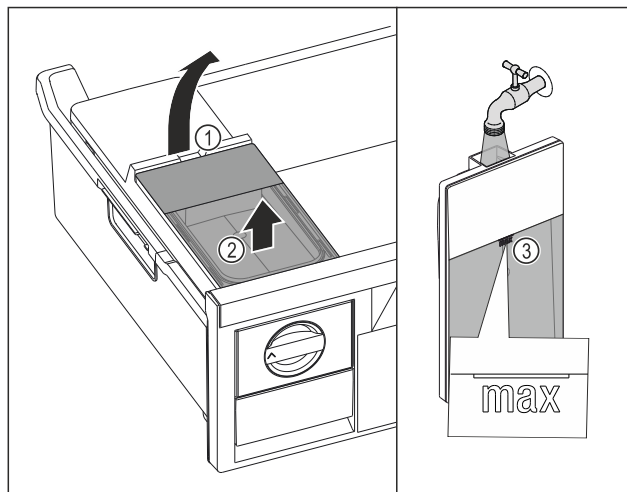

Fig. 39
- ▶ Zvedněte nádržku na vodu za vybrání Fig. 39 (1).
- ▶ Vyjměte nádržku na vodu nahoru. Fig. 39 (2)
- ▶ Naplňte nádržku na vodu pitnou vodou až po značku Fig. 39 (3).